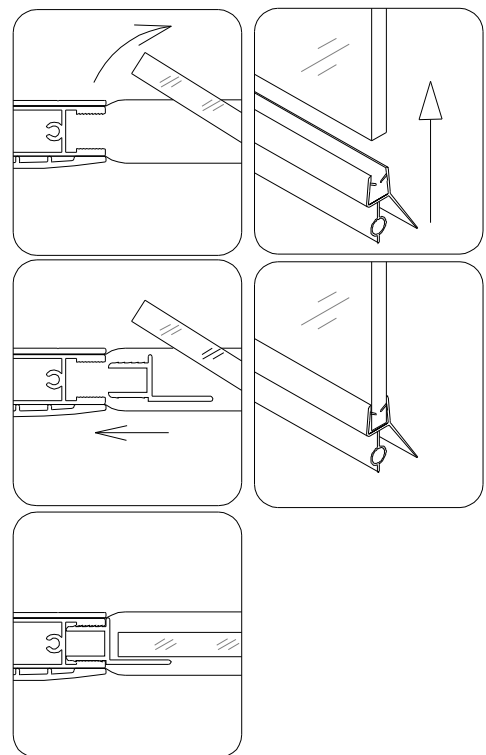

Рис. 10
10. Вставьте **Водонепроницаемый ограничитель двери (10)** во **Внутренний профиль для стеклянной двери (02)**. Установите **Уплотнитель для основания двери (11)** на основании **Стеклянной двери (03)**. Рис. 10